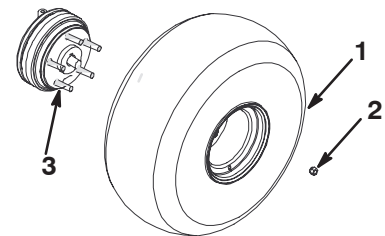

Bild 2
- Montieren Sie die Räder mit den vorher entfernten Befestigungsteilen (Bild 2) und ziehen sie mit 61–88 Nm fest.